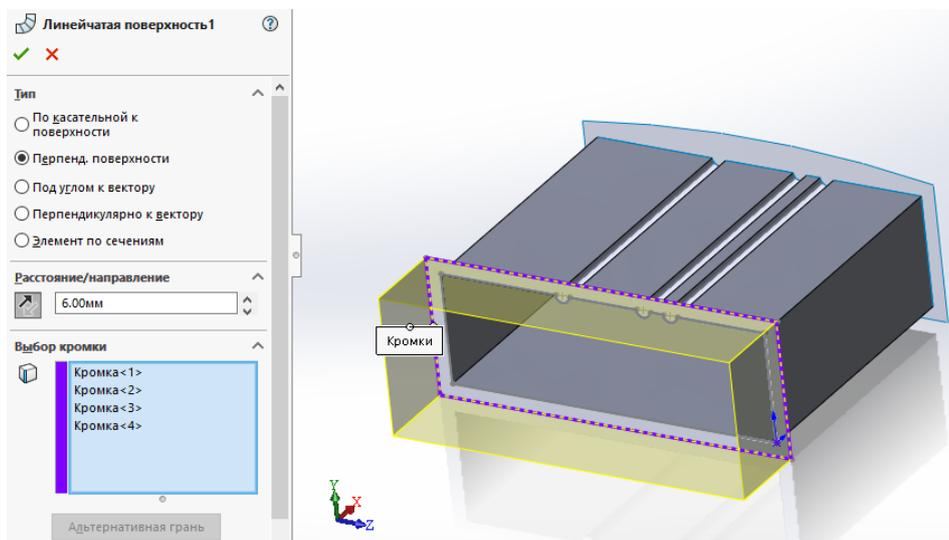

Рис. 11. Построение вытянутой поверхности
12. Создадим объемный элемент оболочки. Для этого нажимаем **Вытянутая поверхность** , выбираем необходимые кромки и задаем размер вытягивания A согласно варианту. После чего нажимаем галочку в верхней части панели  и получаем необходимый элемент оболочки (рис. 11).